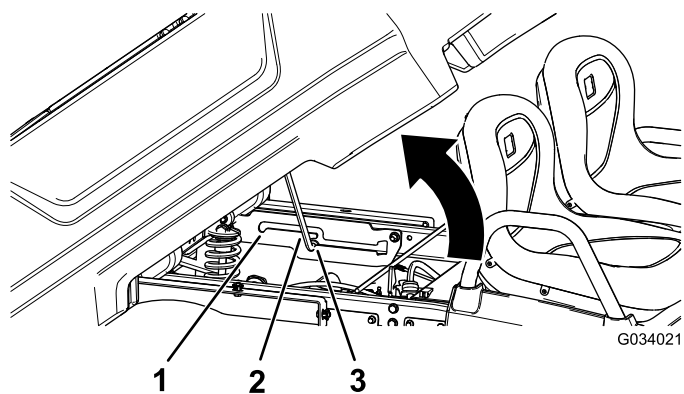

Figure 14
2. Placez la béquille de maintien dans le cran de verrouillage pour bloquer le plateau en position déchargement (Figure 14).
2. Placez la béquille de maintien dans le cran de verrouillage pour bloquer le plateau en position d'entretien (Figure 14).
2. Tirez la béquille hors de la fente de verrouillage (Figure 14).